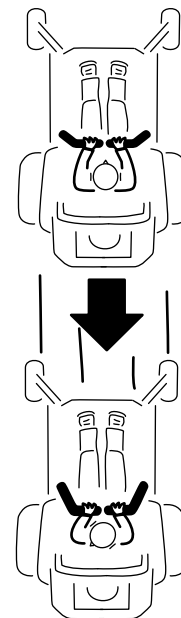

Рисунок 24
2. Для перемещения назад медленно передвиньте рычаги управления движением назад (Рисунок 24).